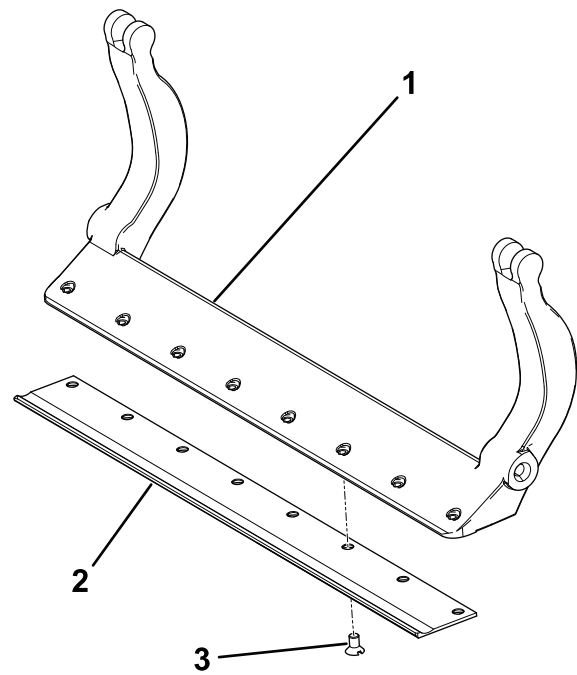

Figure 34
3. Appliquez du produit antigrippant sur les vis et montez la contre-lame sur la barre d'appui comme suit (Figure 34) :